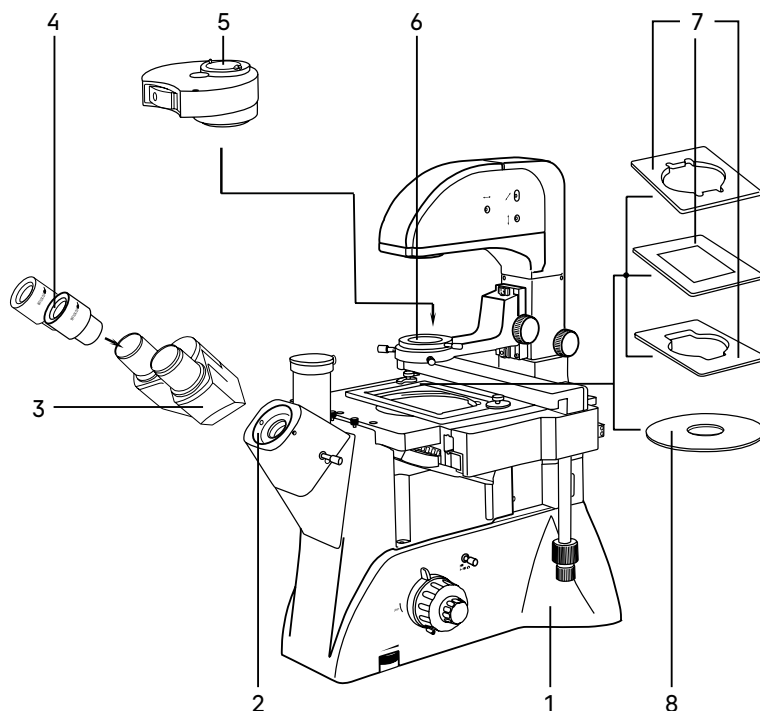

Рис. 3. Установка составных частей
Процесс установки (монтажа) показан на рис. 3.
6. Извлеките из упаковки конденсорное устройство **5** и поместите его в держатель конденсора **6**. Разверните диск, как показано на рис. 3б. Зафиксируйте винтом.
Рис. 3б. Установка конденсорного устройства